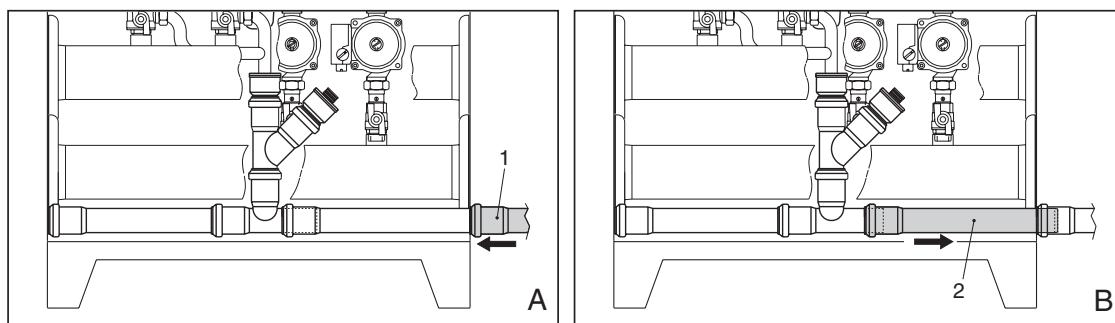

Рис. 7
- ¥ Подключить трубу стока конденсата Ø40 для отвода вырабатываемого во время работы котла конденсата (см. рис. 7).